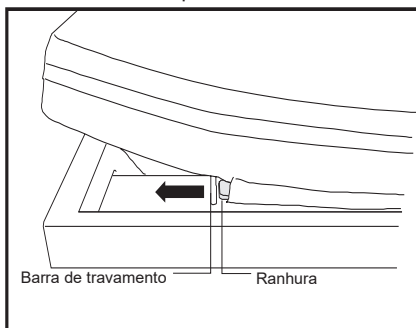

Figura 4
4. Deslize a outra extremidade da barra de travamento na outra ranhura na cabeceira da estrutura da cama, conforme mostrado abaixo (Figura 4).